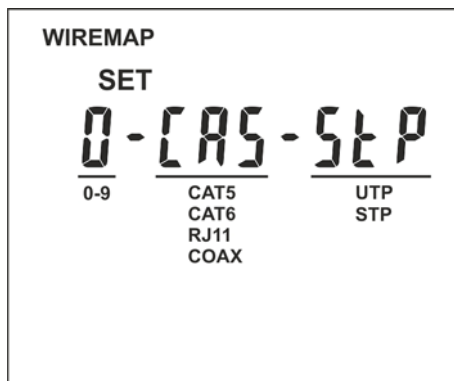

Fig. 5: Impostazione tipo di cavo
3. Premere i tasti freccia ← o → fino a visualizzare la videata di Fig. 5 parte sinistra